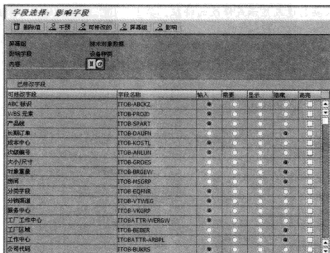

图 10-89 修改相应字段的属性
STEP 4 在弹出的“字段选择：影响字段”界面中输入“设备种类”（如“M”），然后即可修改相应字段的属性，如图 10-89 所示。